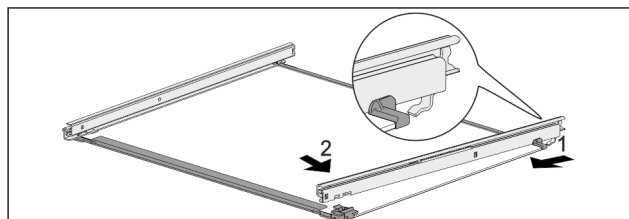

Fig. 70 Стеклянная пластина с направляющими
- ▶ Зацепите направляющую сзади. Fig. 70 (1)
- ▶ Защелкните направляющую спереди. Fig. 70 (2)